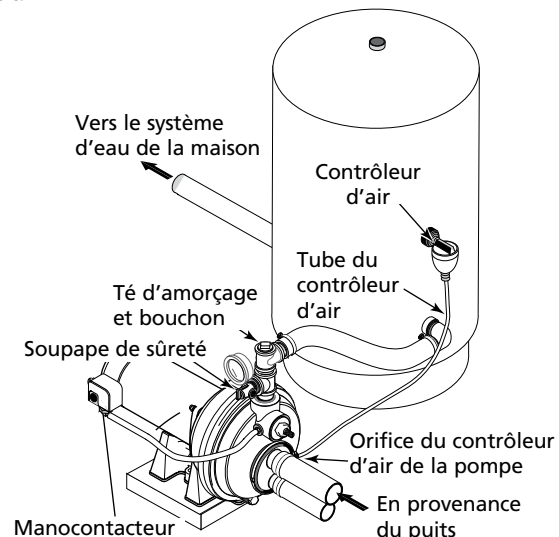

Figure 11 – Branchements sur un réservoir standard
### BRANCHEMENT SUR UN RÉSERVOIR STANDARD (Figure 11)
4. Déposer le bouchon fileté de 1/8 de pouce NPT de l'orifice du contrôleur d'air de la pompe (voir la Figure 11). Poser un tube entre l'orifice du contrôleur d'air de la pompe et l'orifice du contrôleur d'air monté sur le réservoir. Pour plus de détails, se reporter aux instructions fournies avec le réservoir et le contrôleur d'air.